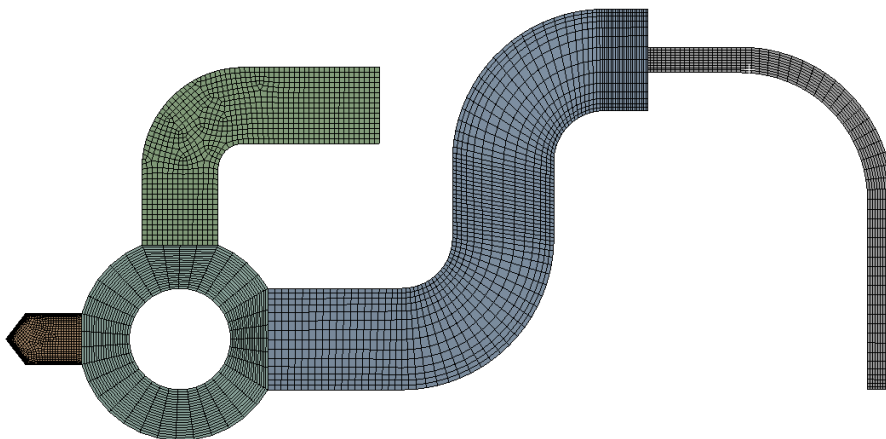

Рис. 16. Генерация сеточной модели
4.8. Нажимаем ПКМ на *Mesh* и выбираем *Generate mesh*. Готовая сеточная модель представлена на рис. 16. Закрываем окно блока *Model*.